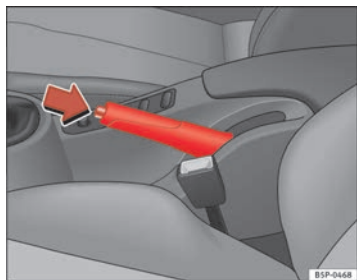

Abb. 149 Handbremse zwischen den Vordersitzen
⇒ Abb. 149.
- Ziehen Sie den Hebel etwas nach oben, drücken Sie die Entriegelungstaste in Pfeilrichtung ⇒ Abb. 149 und führen Sie den Handbremshebel ganz nach unten ⇒ ⚠.